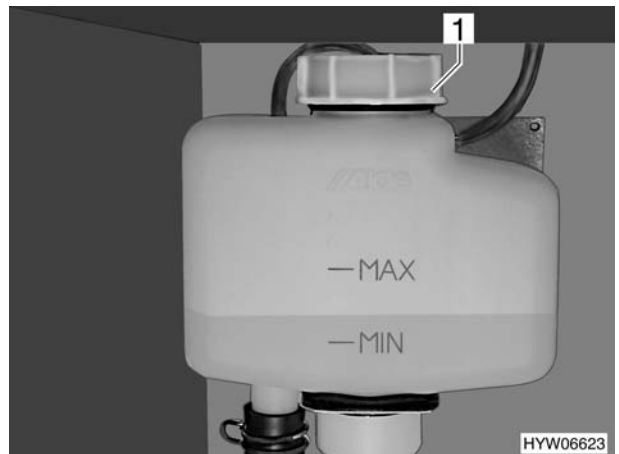

Bild 163 Ausgleichsbehälter Warmwasser-Heizung
- Prüfen, ob am Ausgleichsbehälter (Bild 163) die Flüssigkeit zwischen der Markierung "Min" und "Max" steht.
- Am Ausgleichsbehälter den Drehverschluss (Bild 163,1) aufdrehen und abnehmen.